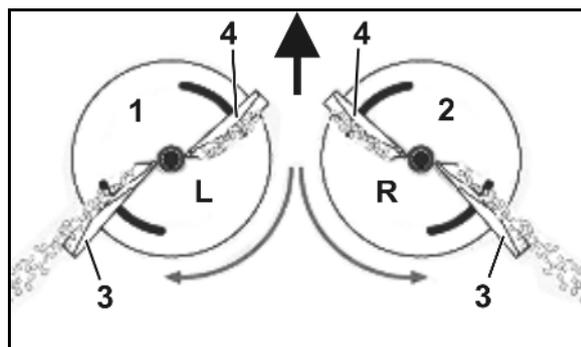

Fig. 18
- linke Streuscheibe (Fig. 18/1) mit Markierung **L**.
- rechte Streuscheibe (Fig. 18/2) mit Markierung **R**.
- **Lang** (Fig. 18/3) – Einstellskala mit Werten von 35 bis 55.
- **Kurz** (Fig. 18/4) – Einstellskala mit Werten von 5 bis 28.